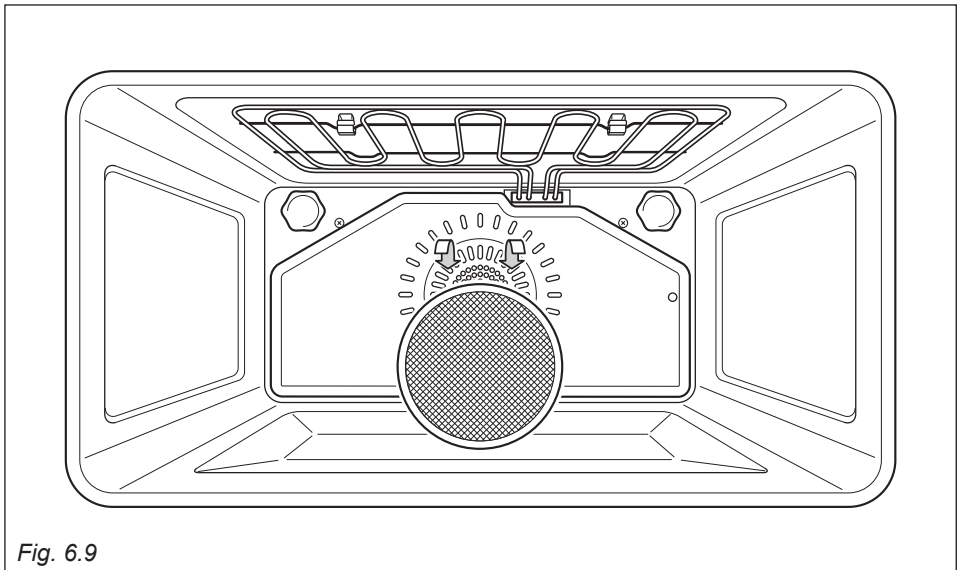

Fig. 6.9
- Uno speciale filtro è previsto nella parte posteriore del forno per catturare particelle di grasso che si sviluppano soprattutto quando si arrostitisce della carne (fig. 6.9).